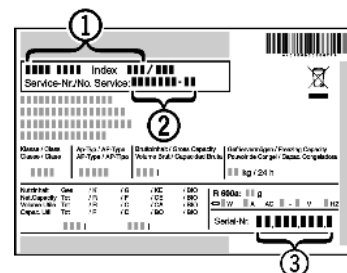

Fig. 8
- ▶ Apparaataanduiding *Fig. 8 (1)*, service-nr. *Fig. 8 (2)* en serie-nr. *Fig. 8 (3)* van het typeplaatje aflezen. Het typeplaatje bevindt zich aan de linkerkant binnen in het apparaat.
- ▶ Contact opnemen met de Technische Dienst en het probleem, apparaataanduiding *Fig. 8 (1)*, service-nr. *Fig. 8 (2)* en serie-nr. *Fig. 8 (3)* mededelen.